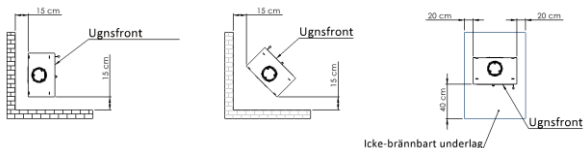

Fig.3. Säkra avstånd mellan kaminen och obrännbara delar.
- Kaminen ska placeras på ett icke brandfarligt underlag som sticker ut utanför kaminen med min. 0,4 m. mätt från spisens framsida och min. 0.2 m. mätt från sidorna och baksidan av ugnen (se fig. 3),
- det rekommenderade avståndet från ICKE BRANDFARLIGA delar är inte mindre än 15 cm (fig. 3)